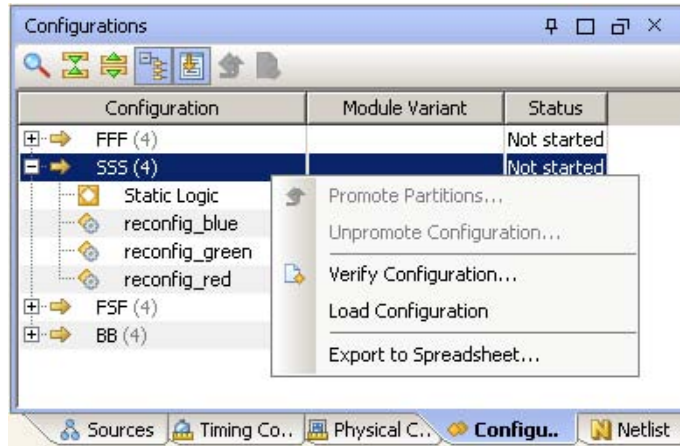

図 4-24：既存コンフィギュレーションの読み込み
1. 図 4-24 のように [Configurations] ビューのポップアップ メニューから [Load Configuration] をクリックすると、解析用のネットリストが読み込まれます。